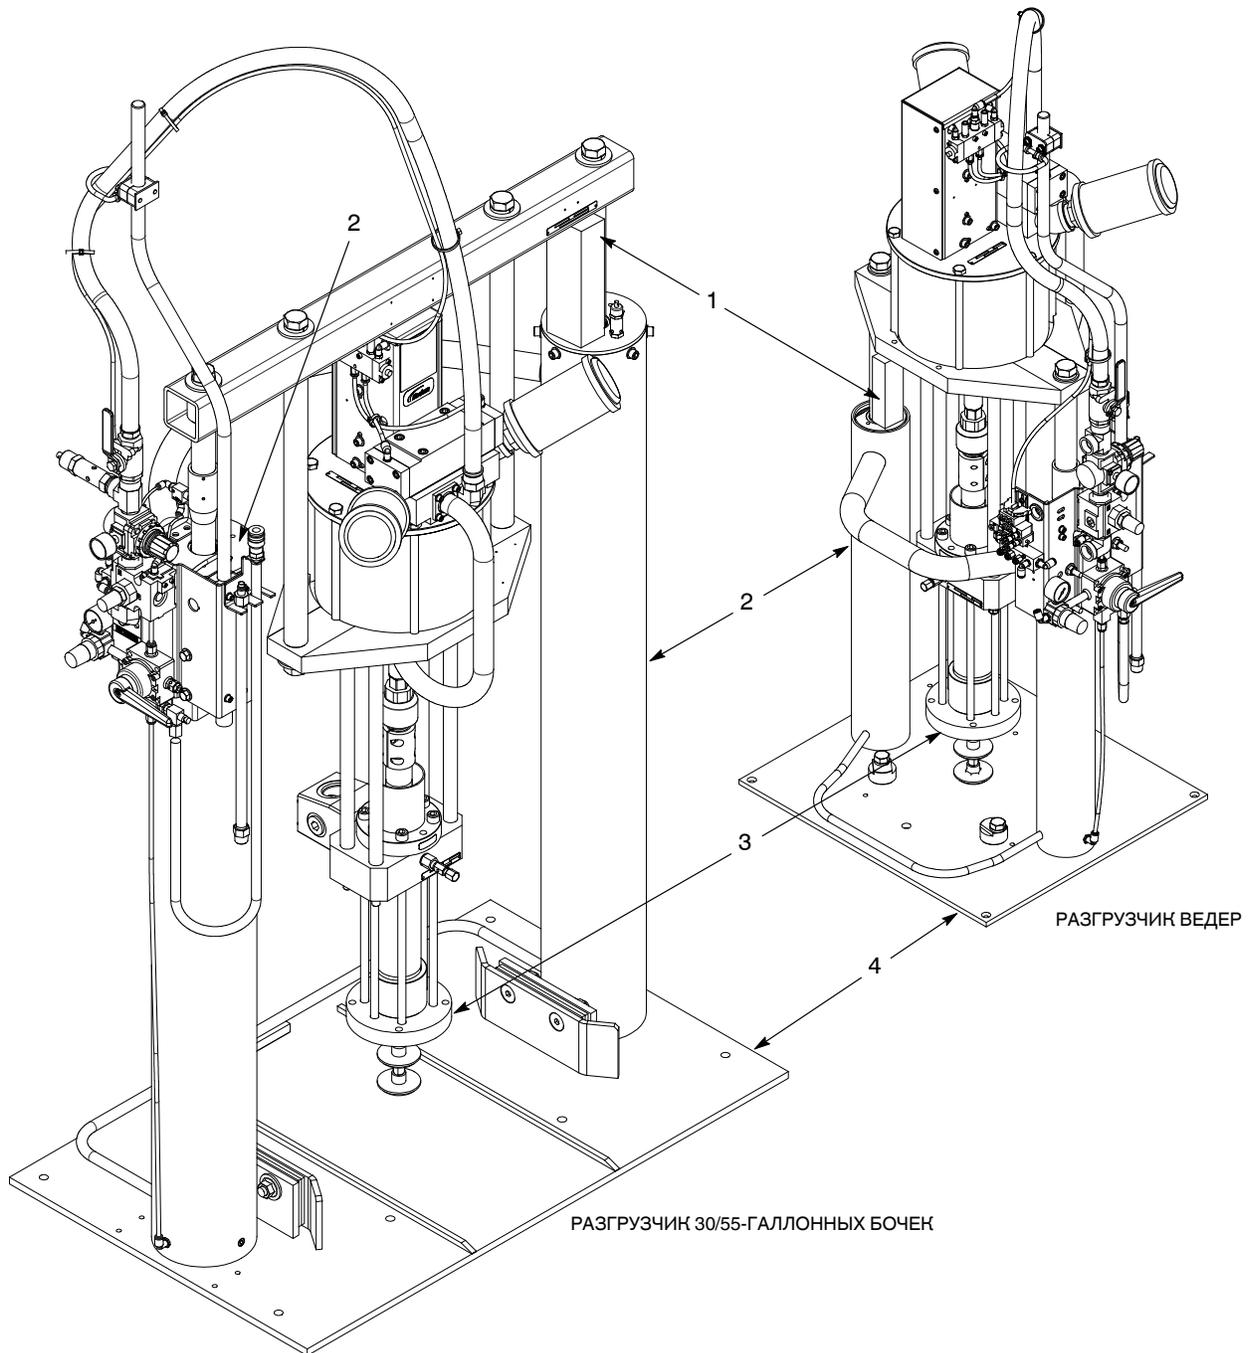

Рис. 6 Блокирование пневмоцилиндров
1. См. рис. 6. Используя управление подъемником, поднимать подъемник, пока между основанием разгрузчика (4) и гидравлической секцией (3) не освободится достаточно места для монтажа модуля следящего диска.
2. Поставить два опорных бруска (1) на каждый цилиндр (2), чтобы заблокировать пневмоцилиндры от смещения вниз.